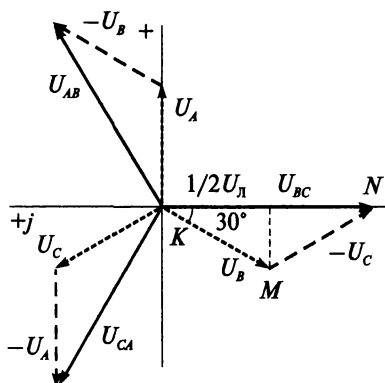

Рис. 12.6
И векторы линейных напряжений равны разности векторов фазных напряжений (рис. 12.6).
При симметричной системе напряжений треугольник ΔKMN (см. рис. 12.6) равнобедренный и имеет углы 30° , 30° и 120° . Тогда можно записать
Если на рис. 12.6 систему векторов повернуть против часовой стрелки (в сторону вращения ротора) так, чтобы вектор \dot{U}_{BC} был направлен вдоль отрицательной оси действительных чисел, то вектор фазного напряжения \dot{U}_A будет направлен по отрицательной оси мнимых чисел комплексной плоскости. Тогда угол $\psi_A = -90^\circ$.
Согласно рис. 12.6 и формуле (12.1) можно записать $\dot{U}_{AB} = \sqrt{3}U_A e^{j30^\circ}$.
10. Докажите каково соотношение между линейным и фазным напряжением в симметричной трехфазной системе при соединении обмоток генератора звездой, используя рис. 12.6.
11. Напишите в тригонометрической форме комплексы фазных и линейных напряжений, соответствующих рис. 12.6.